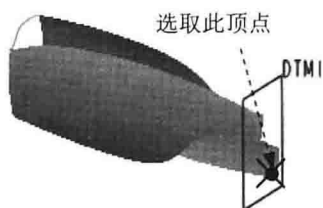

图 1.20 基准平面 1
(4) 创建图 1.20 所示的 DTM1 基准平面。单击  功能选项卡  区域中的  按钮，在弹出的菜单中选择  内部平面命令，此时系统弹出“基准平面”对话框。选取 TOP 基准平面为参考平面，将其约束类型设置为  平行，按住 Ctrl 键，选取图 1.20 所示的顶点，将其约束类型设置为  穿过，单击对话框中的  按钮。